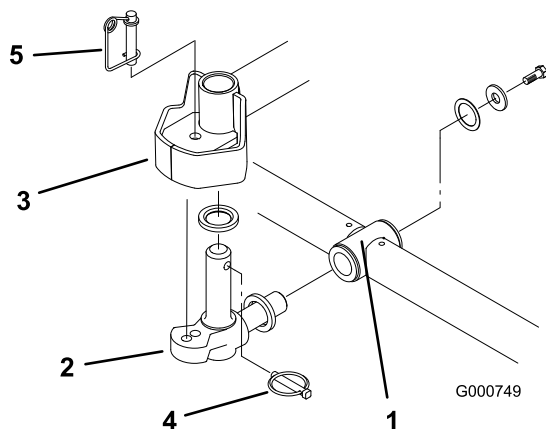

Figura 5
6. Montate una rondella di spinta sull'albero orizzontale dello snodo di articolazione, come riportato in (Figura 5).
7. Inserite l'albero orizzontale dello snodo di articolazione nel tubo di montaggio del telaio portante (Figura 5).
8. Fissate lo snodo di articolazione al telaio portante con una rondella di spinta, una rondella piana e una vite a testa cilindrica con testa flangiata (Figura 5).
9. Inserite una rondella di spinta sull'albero verticale dello snodo di articolazione (Figura 5).
10. Inserite l'albero verticale dello snodo di articolazione nel mozzo orientabile del braccio di sollevamento, se era stato tolto in precedenza (Figura 5). Inserite lo snodo di articolazione tra i due paraurti di centraggio in gomma, sotto la piastra di sterzo del braccio di sollevamento, finché non è in posizione.
11. Inserite l'acciarino nel foro a croce previsto sull'albero dello snodo di articolazione (Figura 5).
Nota: Se l'elemento di taglio deve essere fisso, inserite il perno di bloccaggio dello sterzo nel foro di montaggio dello snodo di articolazione (Figura 5).
14. Agganciate del filo per molle attorno alla base del perno di bloccaggio dello sterzo (Figura 5).